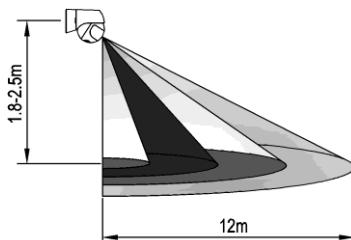

Rys. 2
- Przykręć tylną pokrywę za pomocą śrub (Rys. 2).